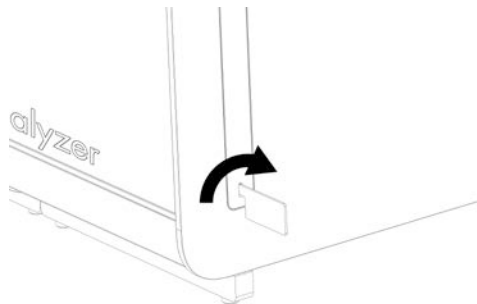

Abbildung 5: Entfernen der Schutzabdeckungen
- Entfernen Sie die Schutzabdeckungen von der Seite des Analysemoduls mit dem dafür vorgesehenen, im Lieferumfang des QIAstat-Dx Analyzer 1.0 enthaltenen Werkzeug (Abbildung 5).